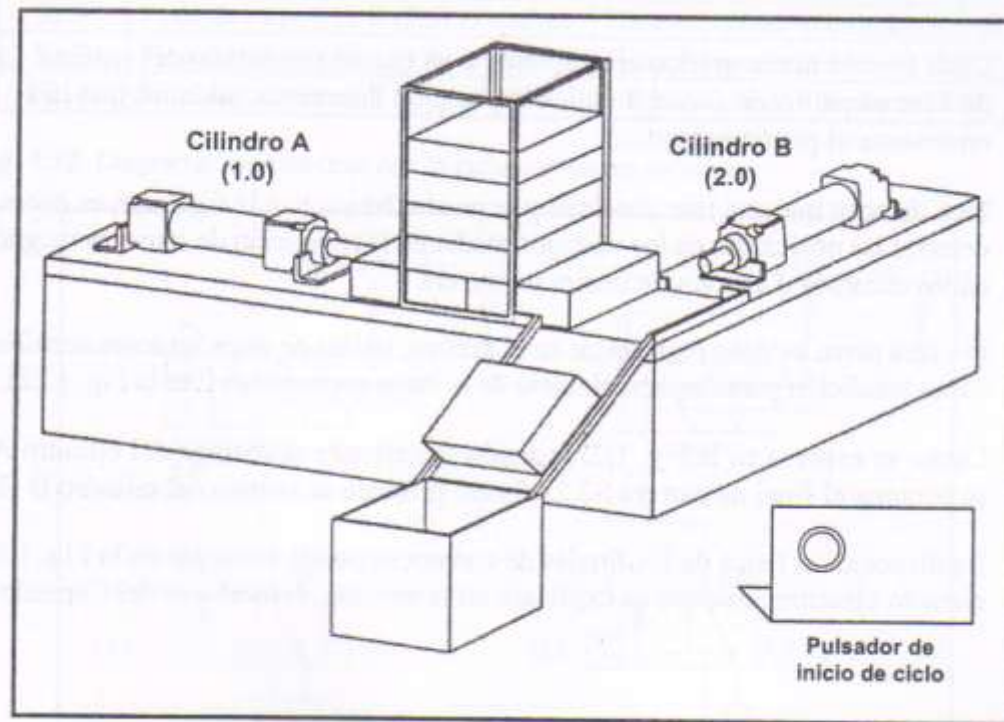

Fig. 1.20. Esquema de situación del automatismo.
**Tabla. 1.5.** Listado de asignación de entradas y salidas para la máquina de la Fig. 1.20.